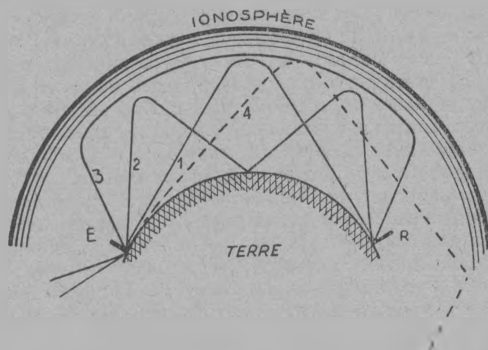

Fig. 4. — Comment l'ionosphère réfléchit ou conduit par réfraction le rayonnement électromagnétique.
Mais une partie du rayonnement est émise vers le ciel, tout comme une bombe envoie ses éclats autour d'elle. Or il existe dans la haute atmosphère une couche de gaz ionisés par le rayonnement solaire, c'est-à-dire rendus conducteurs de l'électricité (1). Cette couche qui entoure la terre agit comme un miroir à l'égard du rayonnement : il le rabat vers la terre en le réfléchissant, ou bien il le réfracte. C'est ainsi qu'on voit en figure 4 que le rayonnement 1 très incliné de l'antenne d'émission subit